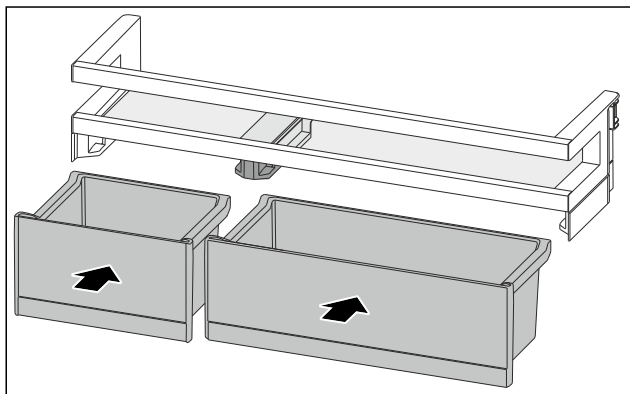

Fig. 110
- Vendosni kutitë VarioBoxnë rendin e kundërt. (shihni Fig. 110)